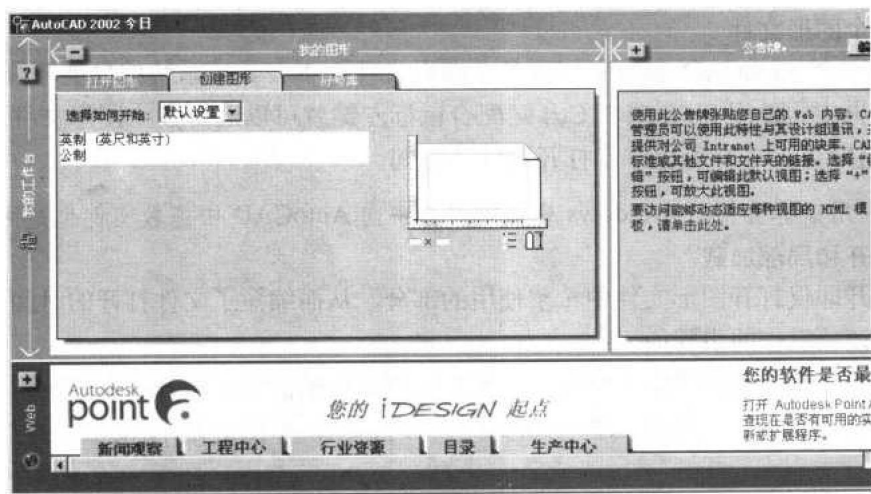

图 1-5 创建新图的对话框
(1) 执行“文件/新建”命令,打开如图 1-5 所示的对话框。单击“创建图形”标签,在得到的选项卡中可以设置即将新建的图形文件的属性。